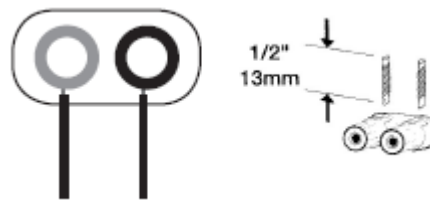

Figura 7
**Collegamenti a cavo nudo: (Figura 7)**